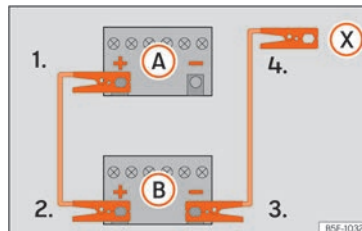

Abb. 43 Anschlusschema für Fahrzeuge ohne Start-Stopp-System.
2. Klemmen Sie ein Ende des roten Starthilfekabels an den Pluspol (+) des Fahrzeuges mit der entladenen Fahrzeugbatterie (A) » » Abb. 43.
3. Klemmen Sie das andere Ende des roten Starthilfekabels an den Pluspol (+) des Strom gebenden Fahrzeuges (B).
- 4a. Bei Fahrzeugen ohne Start-Stopp-System: klemmen Sie ein Ende des schwarzen Starthilfekabels an den Minuspol (-) des stromgebenden Fahrzeuges (B) » » Abb. 43.
- 4b. Bei Fahrzeugen mit Start-Stopp-System: ein Ende des schwarzen Starthilfekabels (X) an einen geeigneten Masseanschluss, ein massives, fest mit dem